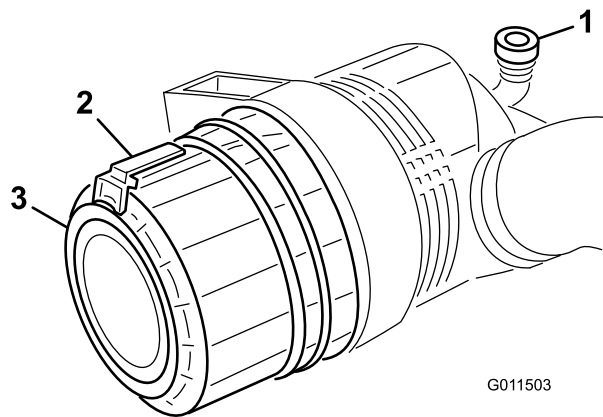

Figure 54
2. Tirez le verrou vers l'extérieur et tournez le couvercle du filtre à air dans le sens antihoraire (Figure 54).